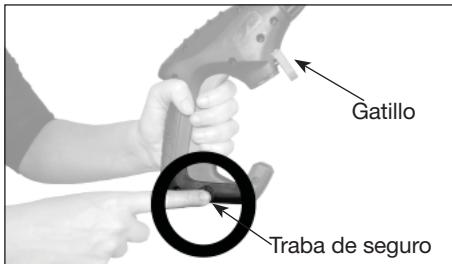

Figura 8 - Pasador de seguridad del gatillo
3. Conecte la manguera de alta presión a la salida de alta presión (ver la figura 8).
En la posición de trabado, el seguro evita que la pistola se dispare accidentalmente. Presione el seguro totalmente hacia abajo para destrabararlo (Ver Figura 8).